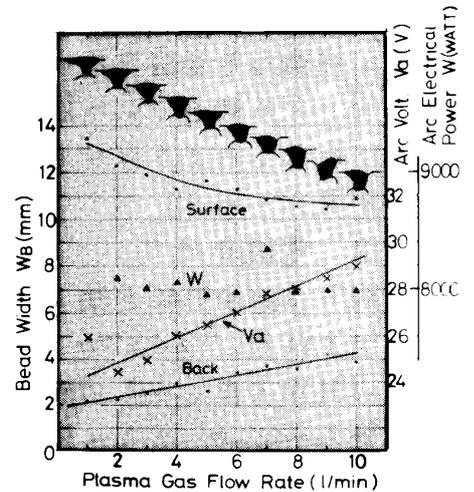

図6. プラズマガスの影響
- (3). プラズマガス流量はカイ方 (7 l/min 以下) がビードの液目は小さく美麗となる傾向にあった。ビード中は図6に示したように流量が多くなる程、表ビード中は狭く裏ビード中は逆に広がる傾向が観察された。
- (4). アーク拘束壁長さ l_1 とアーク長さ l_a のビード外観が良好となる範囲は $l_1 = 1.5 \sim 3.5 \text{ mm}$, $l_a = 12.5 \sim 20 \text{ mm}$ ($du = 5 \text{ mm}$) であった。